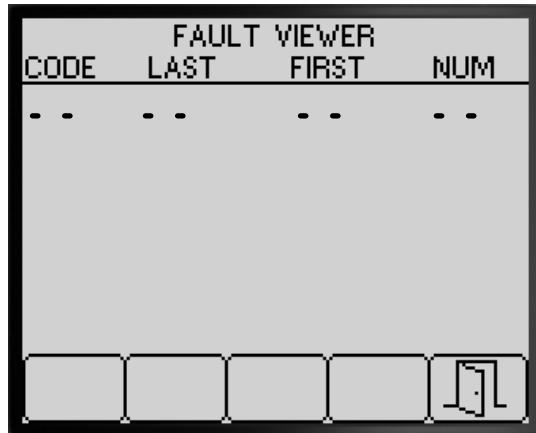

Figure 87
- Recherchez les anomalies causées par le système dans l'afficheur d'anomalie (Figure 87).
4. Appuyez sur le bouton 5 pour quitter l'écran FAULT VIEWER et retourner à l'écran DIAGNOSTICS (Figure 87).
4. Appuyez sur le bouton 5 pour quitter l'écran À PROPOS et retourner à l'écran DIAGNOSTICS (Figure 87).